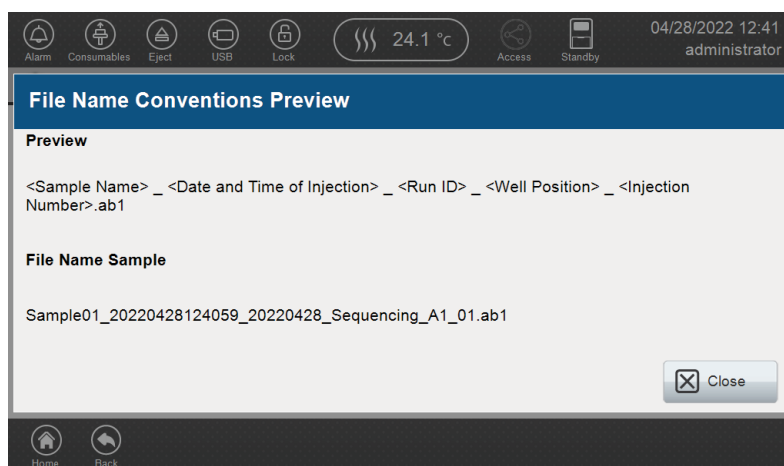

図 174 Preview 画面
9. Preview 画面のサンプルが図 174 に表示されています。